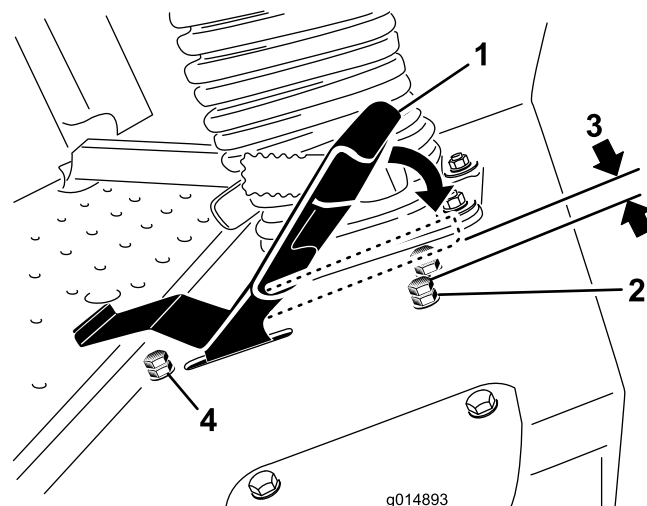

図 40
3. 走行ペダルのストップボルトについているジャムナットをゆるめる(図 40)。